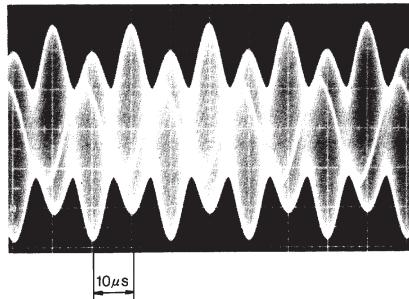
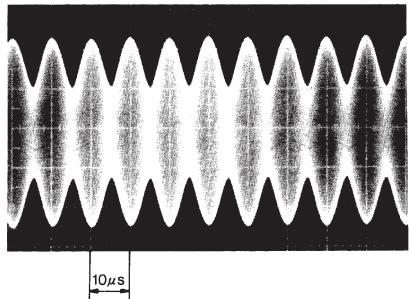
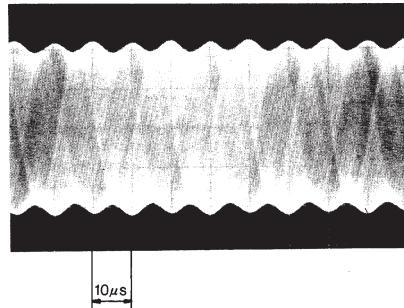

図6.
図7.
図8.
- ① オシロスコープを用意し、入力結合切替えをACに水平掃引軸 $10\ \mu\text{s}/\text{div}$ 、垂直軸 $0.5\ \text{V}/\text{div}$ に合わせ、CH1をPM端子へ接続させます。このとき、トリガソースはINT CH1でとってください。
- ② CH1に正弦波が観測されます。スケールの移動に応じて、この正弦波の位相が動き、エンベロープのリップルが観察できます。RV2ボリュームを廻し、あらかじめ正弦波の振幅を約 $2\ \text{Vp-p}$ に合わせておきます。(これをゲイン調整といいます。)
- ③ RV1ボリュームを右廻し(CW)一杯に廻し、スケールを移動させると図6.に示すような波形が観測されます。このとき、RV4ボリュームを調整して図7.に示すように、隣り合う山の高さを均一にします。(これをDCバランス調整といいます。) PM信号の最小振幅が $0.5\ \text{Vp-p}$ 以下になると、アラーム機能が動作することがあります。
- ④ RV1ボリュームを左廻し(CCW)一杯に廻し、スケールを移動させると、③と同様に図6.に示すような波形が観測されます。このとき、RV5ボリュームを調整して図7.に示すように、隣り合う山の高さを均一にします。
- ③④の調整を交互に数回繰り返し、RV1ボリュームの回転によって隣り合う山の高さがずれなくなるまで調整してください。
- ⑤ RV1ボリュームを中心付近に設定し、スケールを移動させると図8.に示すような波形が観測されます。このときRV3ボリュームを調整し、エンベロープリップルが最小になるようにします。また、RV1ボリュームも微調整しエンベロープリップルが最小になるようにします。